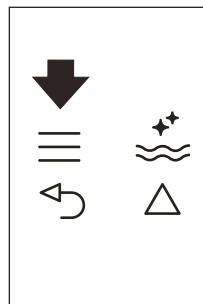

Fig. 22
- ▶ Prima o ícone  (B2) para aceder ao menu (Fig. 22) e, em seguida, prima os ícones   (B7) e (B8) (Fig. 9) até aparecer "PROGRAM CAPPUCCINO" (PROGRAMAR CAPPUCCINO).
- ▶ Prima o ícone **SET**  (B2) para aceder ao menu (Fig. 22) ou prima os ícones   (B7) e (B8) (Fig. 9) até aparecer "PROGRAM CAPPUCCINO" (PROGRAMAR CAPPUCCINO).